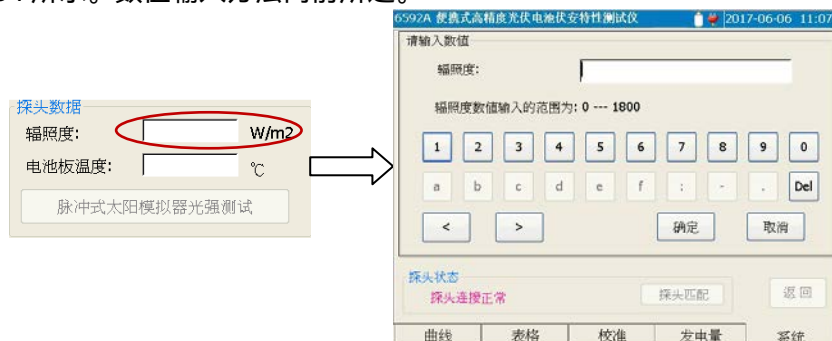

图 5-34 辐照度数值编辑示意图
- l) 辐照度编辑框：当选择【从探头获取辐照度】或者【太阳模拟器辐照度】时，此编辑框将显示测试所得的数值，不允许编辑。当选择【手动辐照度】时，此编辑框允许编辑，点击编辑框，或者将操作焦点（）移至此编辑框前，然后按下  键，则将弹出数值输入窗口，示意图如图 5-34 所示。数值输入方法同前所述。